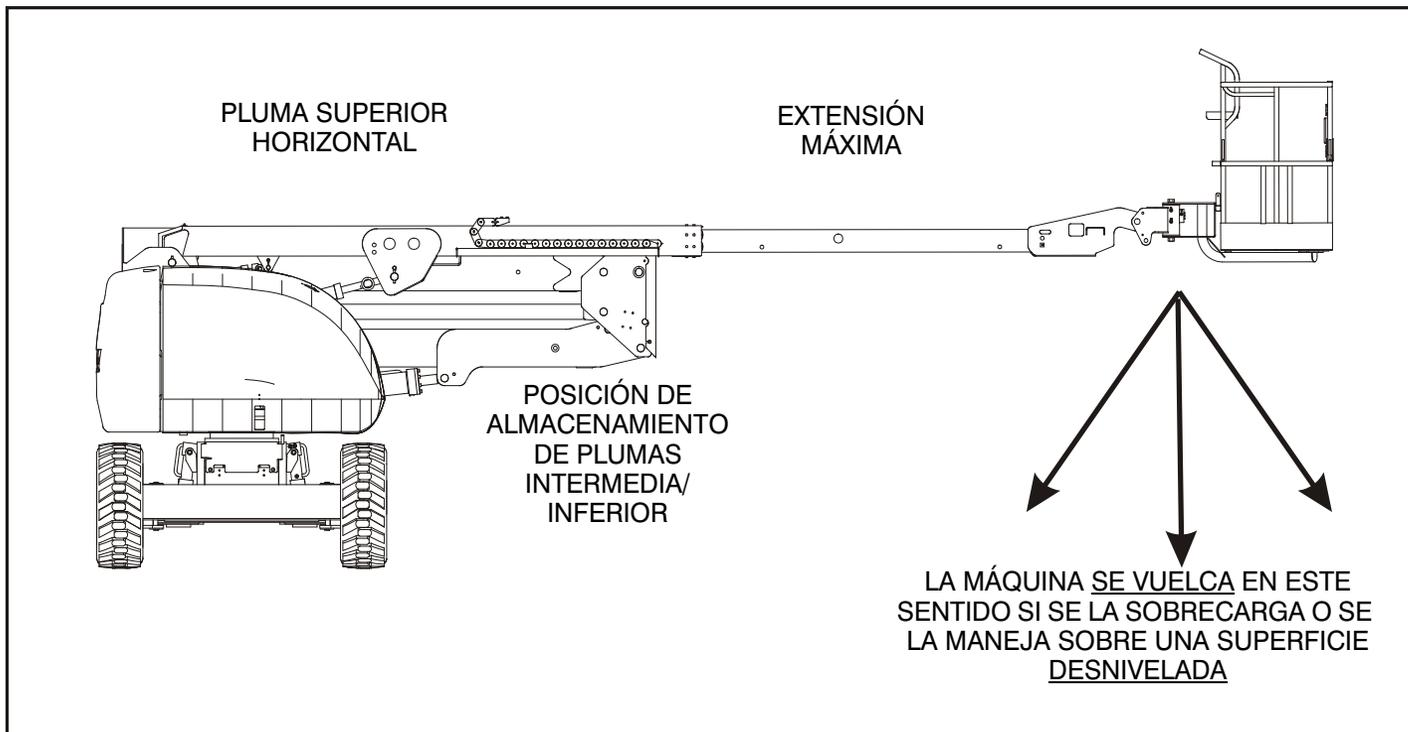
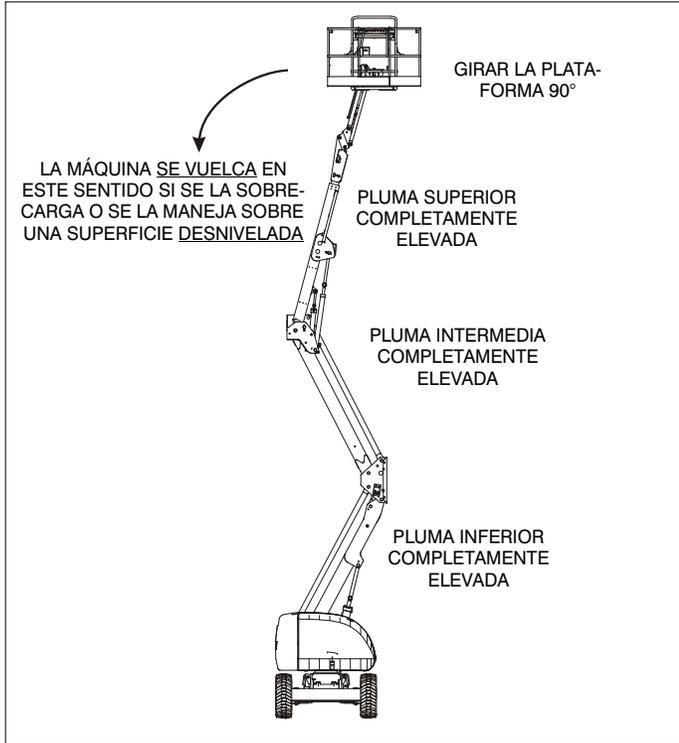

Figura 4-1. Posición de estabilidad delantera mínima
Figura 4-2. Posición de estabilidad trasera mínima
La estabilidad de la máquina depende de dos (2) condiciones, las cuales se denominan estabilidad DELANTERA y estabilidad TRASERA. La posición de la máquina que ofrece la estabilidad DELANTERA mínima se ilustra en la (Ver la Figura 4-1.); la posición que ofrece la estabilidad TRASERA mínima se ilustra en la (Ver la Figura 4-2.)